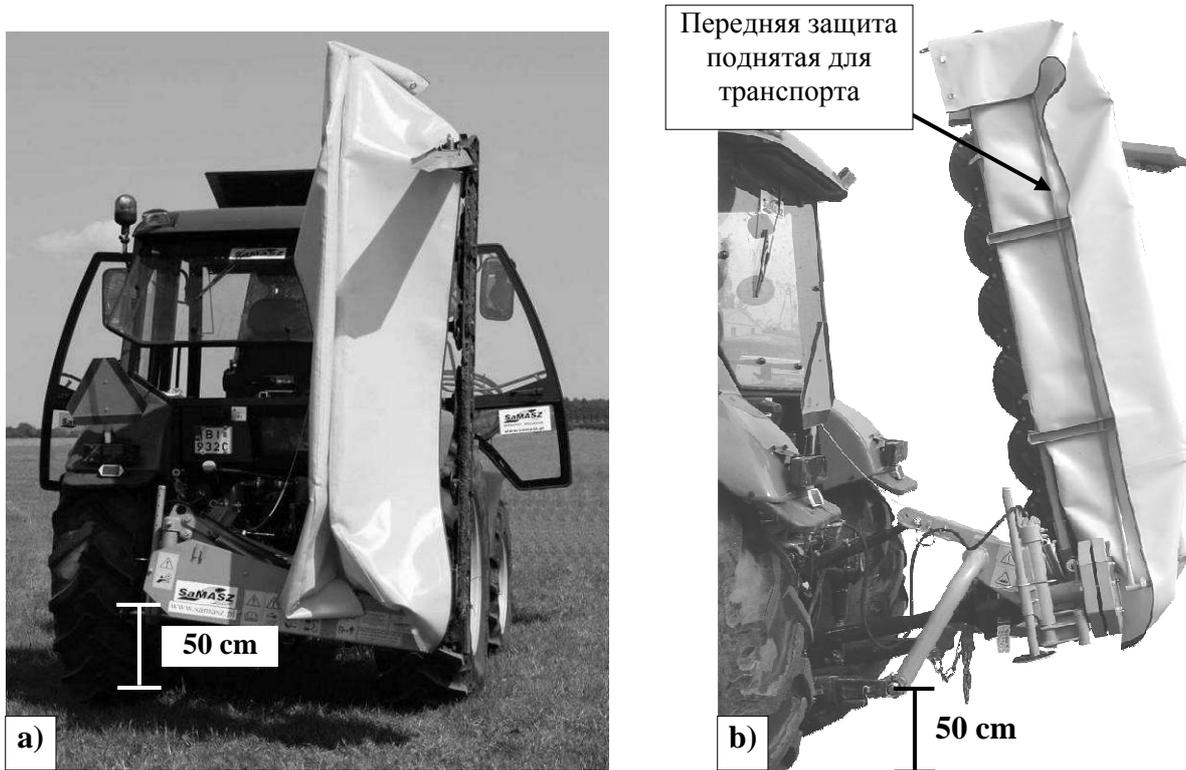

Рис. 13. Транспортное положение
- поднять косилку гидродъемником на тягах трактора таким образом, чтобы цапфа рамы подвески находилась на высоте мин 50 см от поверхности земли (Рис. 13),
- ❑ опустить косилку на трехточечной системе подвески трактора таким образом, чтобы цапфы рамы подвески находились на высоте макс. 40 см от поверхности (Рис. 13),